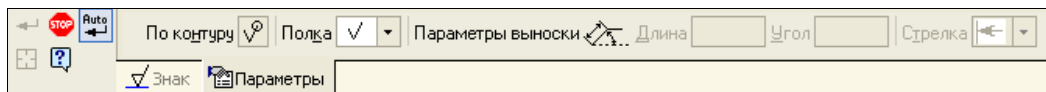

**Рис. 12.12.** Диалоговое окно **Введите текст** с раскрытым списком значений шероховатостей
- ◆ щелкните ЛК мыши по полю **Текст**. Появится диалоговое окно **Введите текст** (рис. 12.12). В верхней части окна условно показаны поля для простановки текста;
- ◆ щелкните ЛК мыши по полю **Текст**. Появится диалоговое окно **Введите текст** (см. рис. 12.12). В верхней части окна условно показаны поля для ввода текста: